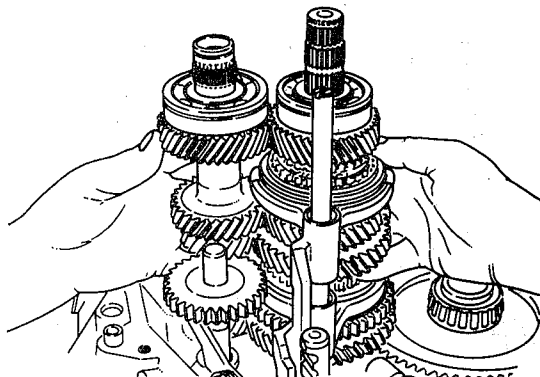

fig. 61
16. Remover, simultaneamente, o conjunto das árvores primária e secundária, engrenagem da marcha à ré e garfos seletores, da carcaça da transmissão (fig. 61). Remover o eixo-guia dos garfos seletores — caixa de mudanças de 5 marchas